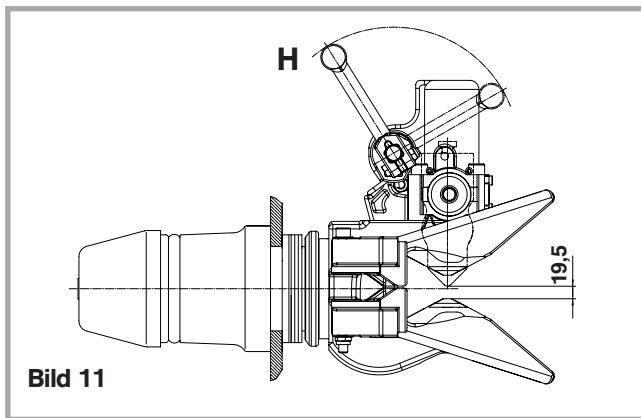

Bild 11
Det nödvändiga rörelsemåttet (avståndet mellan kopplingsbult och dragögla) är inte tillräckligt (se bild 11).
- Avståndet mellan kopplingsbultens undre del och den nedre slitklackens övre del måste vara minst **14 mm** och max. **19,5 mm** (se bild 11).